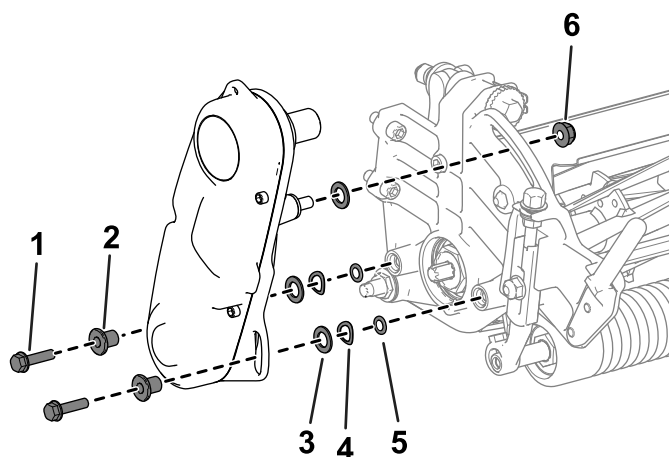

Figura 4
- Îndepărtați elementele care fixează ansamblul de acionare a cilindrului pe placa laterală (Figura 4).
- Îndepărtați ansamblul de acionare a cilindrului, aibele plate, aibele elastice și inelele de etanare de pe placa laterală (Figura 4).